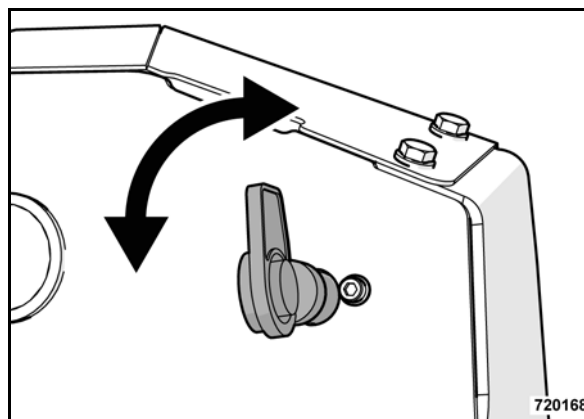

Рис. 65
- Выключить выключатель аккумуляторной батареи (Рис. 65) (положение "Горизонтально") и вынуть его.
Если необходимо зарядить аккумуляторную батарею дистанционного управления через кабель дистанционного управления, то необходимо оставить выключатель аккумуляторной батареи (Рис. 65) включенным.